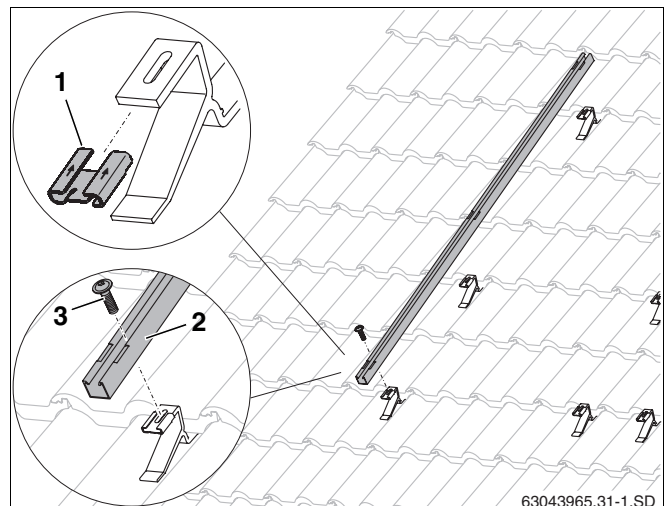

fig. 29 Fixação do perfil para carga de neve
- Fazer deslizar a porca móvel (fig. 29, **item 1**) no sentido da seta sobre o gancho para telhados.
- Colocar o perfil de carga de neve (fig. 29, **item 2**) no gancho para telhados e apertar com o parafuso M8 (fig. 29, **item 3**).